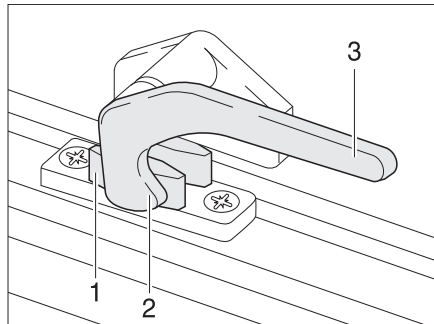

Fig. 53 Palanca de bloqueo en la posición de "cerrado"
- Girar la palanca de bloqueo (Fig. 53,3) un cuarto de vuelta hacia la mitad de la ventana.
- Girar la palanca de bloqueo (Fig. 53,3) un cuarto de vuelta hacia el marco de la ventana. El saliente de bloqueo (Fig. 53,2) se encuentra en la cara interior del bloqueo de la ventana (Fig. 53,1).
- En la posición "cerrada fijamente" (Fig. 53)